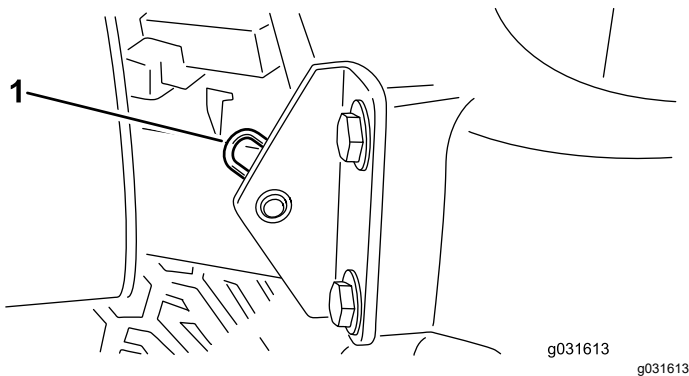

Bild 74
2. Entfernen Sie den Splint, mit dem das Gelenk der Motorhaube an den Befestigungshalterungen befestigt ist (**Bild 74**).